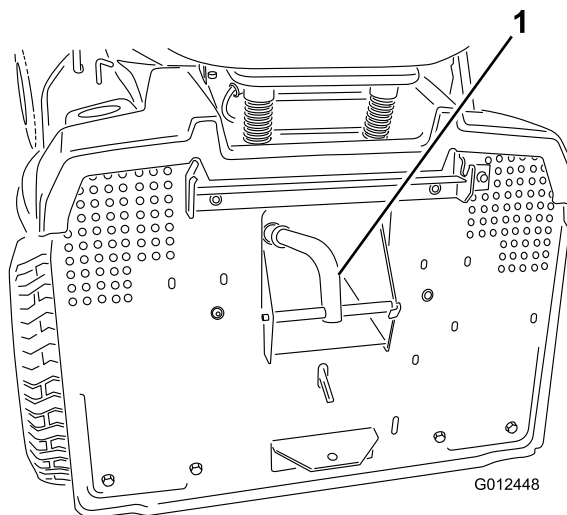
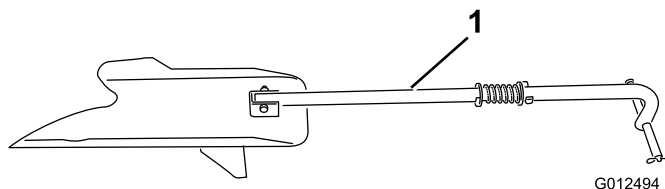

Figura 18
Figura 17
5. Inserite il tappo mulching (Figura 17) nell'apertura di scarico posta sul retro della macchina ed agganciatelo al foro della guida di scarico (Figura 18).